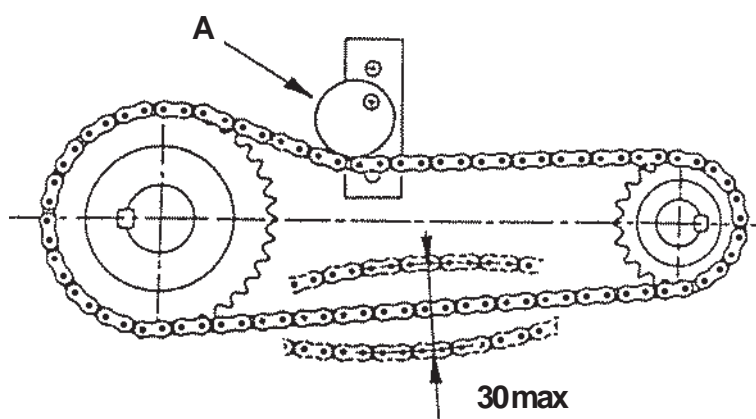

FIG. 13
Les chaînes de transmission doivent être réglées de manière à permettre un déplacement sur la branche tendue de +0 -15 mm. Le réglage est obtenu en tournant le tendeur de chaîne (A) ou en le déplaçant d'un trou sur son support (Fig. 13). Refermer toujours les coffres de protection après chaque intervention.
De transmissiekettingen moeten zodanig worden afgesteld, dat er op de gespannen band een speling is van +0 -15 mm, overeenkomstig het schema. Het afstellen geschiedt door de kettingspanner (A) aan te draaien of door deze op de steun een gaatje te verplaatsen (Fig. 13). Motorkap na iedere handeling/reparatie sluiten.